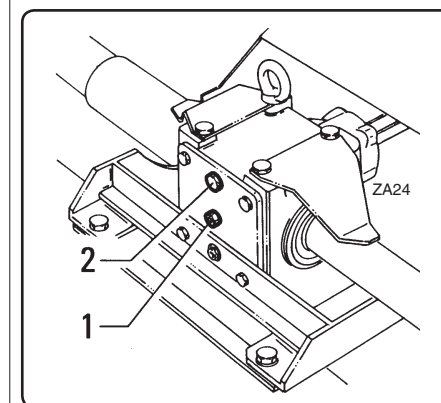

fig. 7.4.4
Nelle versioni sprovviste di asta livello, l'olio deve essere a filo inferiore del foro del tappo livello "1" fig. 7.4.4.
*The oil must reach the lower edge of the hole of level plug "1" fig. 7.4.4 in versions without a dipstick.*